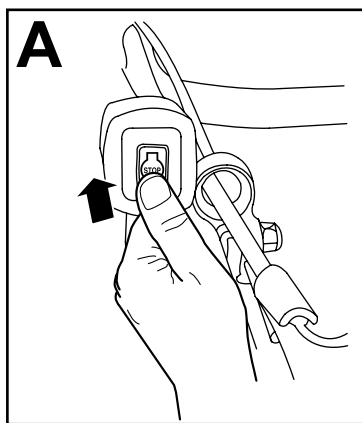

Рисунок 18
1. Поверните ключ зажигания в положение OFF (Выкл.) (вид А на Рисунок 18).
2. После остановки двигателя извлеките ключ из замка зажигания. Всегда берите его с собой при покидании машины (вид В на Рисунок 18).